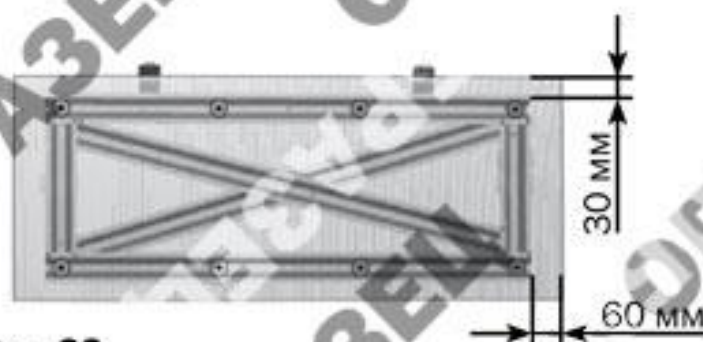

Рис.33
13. Закрепите на каркасе форточки поликарбонат размером 950 x 430 мм с помощью шайб, с учетом выпусков поликарбоната по **рис.33**. Установите уплотнительный профиль по верхнему краю покрытия **рис.33а**.
Рис.33а